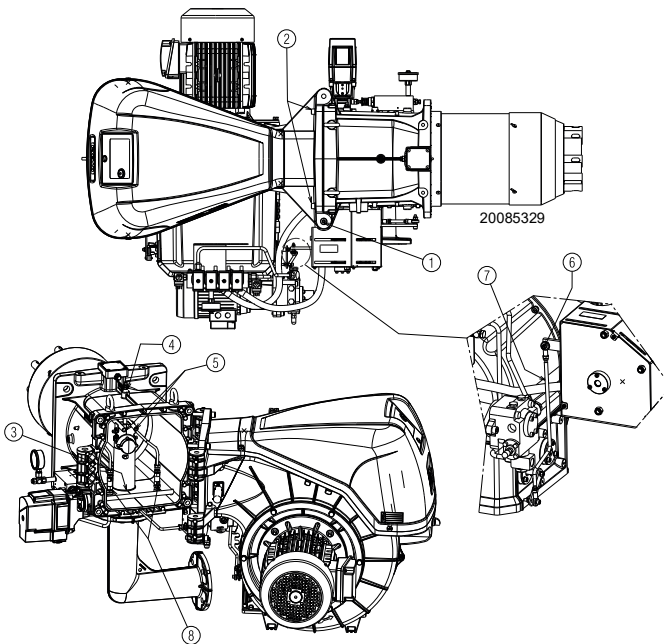

Abb. 14
Werkseitig wird der Brenner für Rechtsöffnung eingestellt, der Stift 1)(Abb. 14) bleibt daher an seinem Platz.
- A** entfernen Sie die Schraube 6) durch Lösen des Zugankers 7)(Abb. 14);
- D** öffnen Sie den Brenner komplett wie aus Abb. 14 ersichtlich;
Für die Rechtsöffnung des Brenners müssen Sie vor dem Entfernen des Stifts 1)(Abb. 14) prüfen, ob die 4 Schrauben 2) gut festgezogen sind. Dann schieben Sie den Stift 1) auf die gegenüberliegende Seite, nur so ist es möglich die Schrauben 2) zu entfernen; für die weitere Vorgehensweise siehe Punkt C.